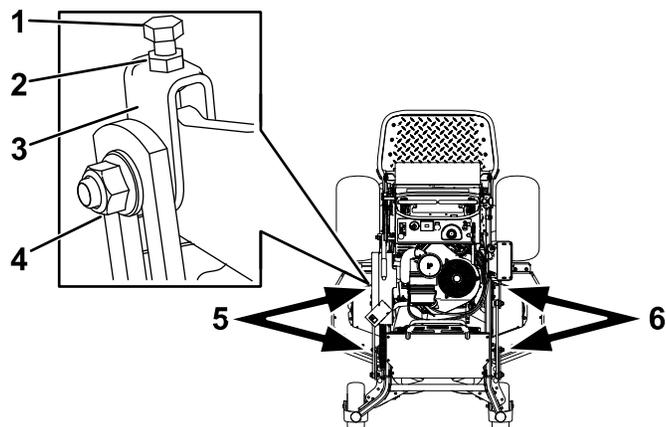

Figura 95
- Desaperte a porca lateral e a porca de bloqueio nas forquilha que quer ajustar (Figura 95).
- Rode o parafuso superior para ajustar a altura da plataforma do cortador (Figura 95).